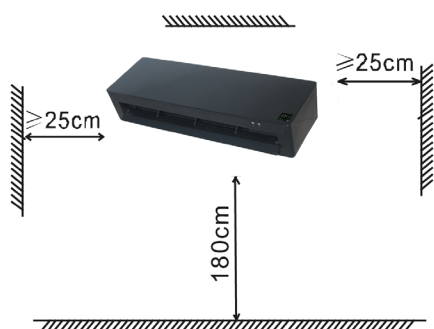

Figura 1
1. Predisporre uno spazio per installare l'apparecchio (figura 1).